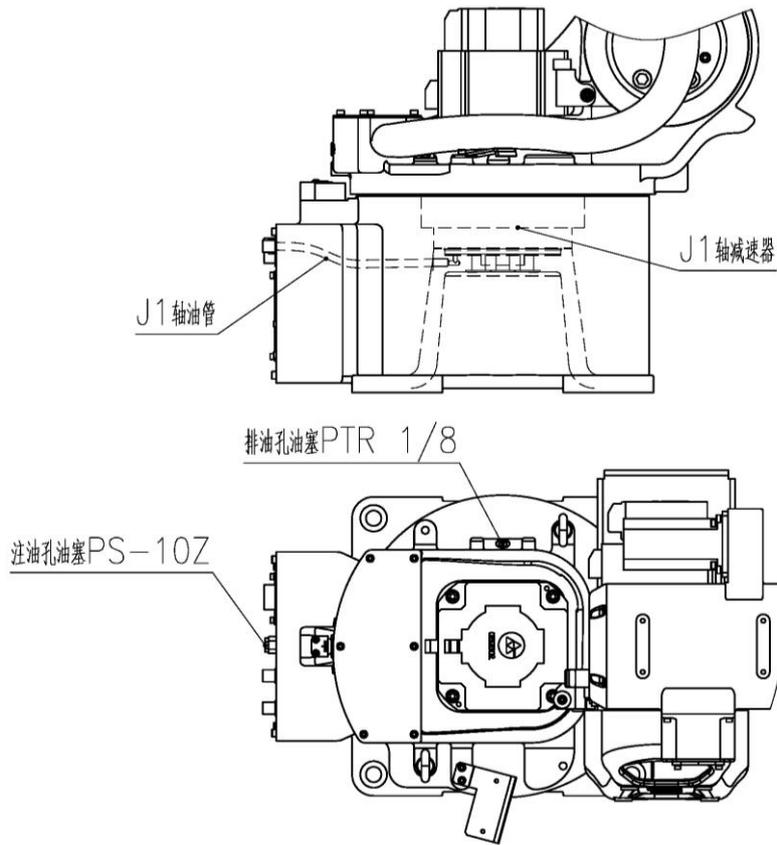

图 21 J1 轴减速机局部结构
(1) 油脂补充步骤（参考图 21）
- ③ 安装排油孔堵塞前，低速运转 J1 轴几分钟，使多余的油脂从排油孔排出；
④ 用布擦净从排油孔排出的多余的油脂，在排油孔安装堵塞。油塞的螺纹处要缠生胶带并用扳手拧紧。
(2) 油脂更换步骤（参考图 21）